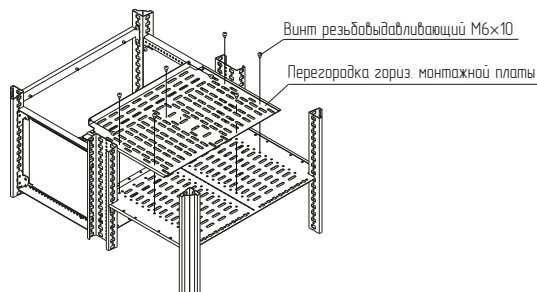

Рисунок 3
4.1.3 Приложить перегородку горизонтальную монтажной платы к перегородке горизонтальной так, чтобы закрыть просвет до панели монтажной универсальной и закрепить винтами М6×10 (рисунок 3). Момент затяжки – 7 Н·м.